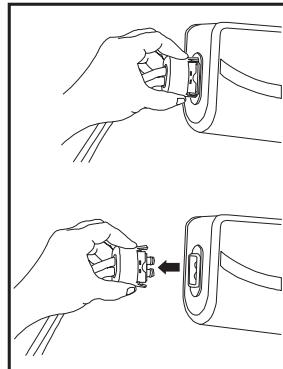

Figura 4 Desligar tubos
2. Desligue os tubos da bomba para nivelar o colchão, como se mostra à direita (Figura 4).